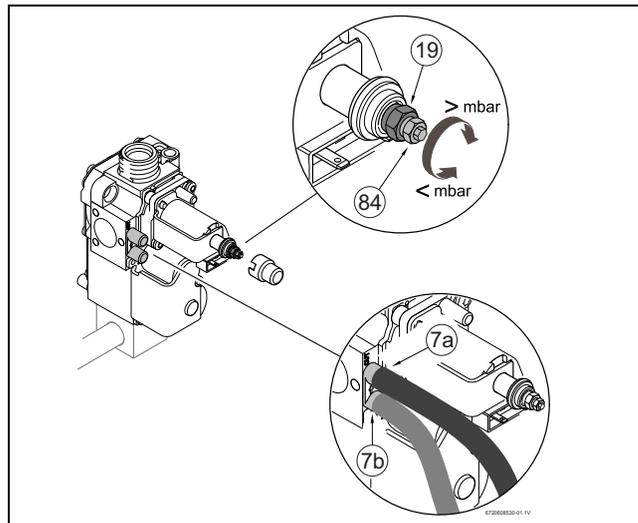

Рис. 28 Газовая арматура
- ▶ Снять опломбированный колпачок установочного винта газа (19) (рис. 28).
- ▶ Для приборов, использующих природный газ: установочным винтом (19) установить максимальный расход газа (таб. 11).